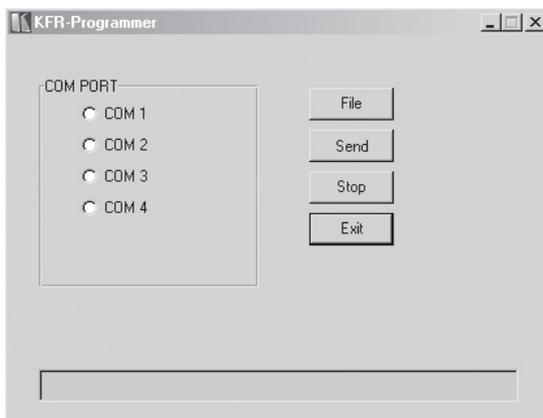

Рис. 31. Окно программы KFR-Programmer
1. Дважды щелкните на ярлыке KFR-Programmer на рабочем столе. Появится окно программы KFR-Programmer (см. рис. 31).